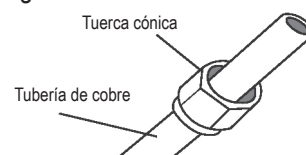

Fig. 6.3
3. Coloque tuercas cónicas en ambos extremos del tubo. Asegúrese de que se colocan en el sentido correcto, porque después del abocardado no se pueden poner ni cambiar de dirección. Vea la Fig. 6.3